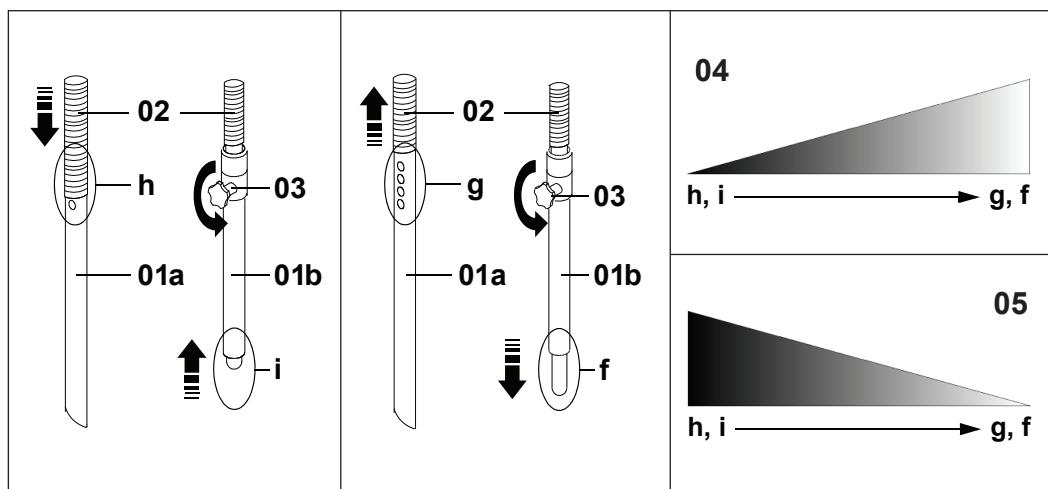

Fig. 14
- **Sonda monotubo 01a** (véase Fig. 14 - Pág. 27)
Tapar o dejar abiertos los orificios (**h, g**) del extremo de la sonda en función del tipo de material utilizado y la distancia a la que debe transportarse, corriendo el tubo flexible de conexión **02** (véase Fig. 14 - Pág. 27).
- **Sonda de doble tubo 01b** (véase Fig. 14 - Pág. 27)